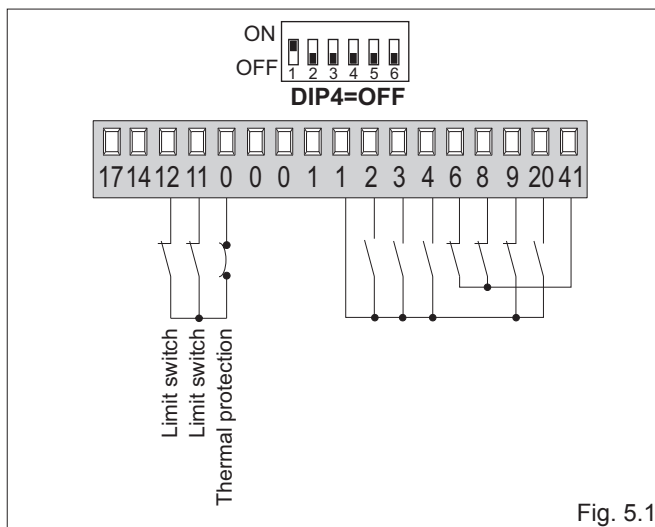

Fig. 5.1
- (Fig. 5.1) ligar os contactos N.C. dos fim de curso de abertura e fechamento nos faston 0-11-12.